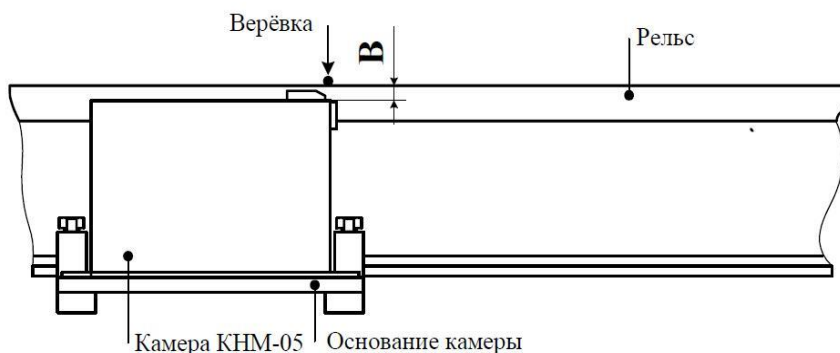

Рисунок 2. Проверка геометрии основания, шаг 2
7.2.2. Сместить шнур до положения, указанного на рис. 2 и измерить расстояние «В» для каждой камеры.